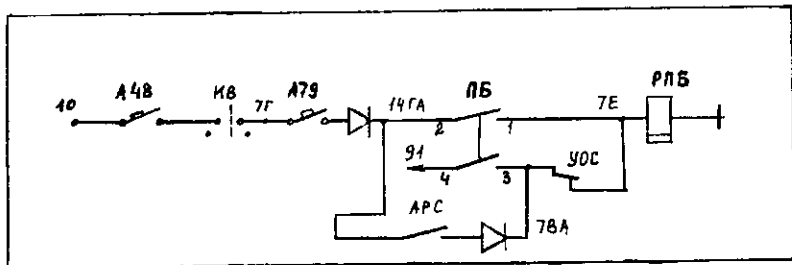

Рис. 130 Схема включения РИБ.
- РИБ - реле педали безопасности, включается при включении устройств АРС-Д и постоянно находится во включенном состоянии. (Рис.130).